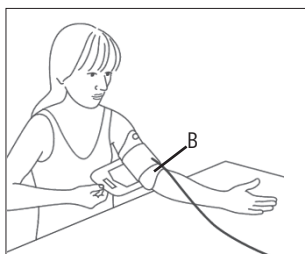

Fig. 2
- A reentrância anatómica B (ver Fig. 2) da braçadeira, em frente à pega da braçadeira, deve ficar apoiada na dobra do braço. O tubo deve ficar apoiado no meio da dobra do braço, na direção da mão.